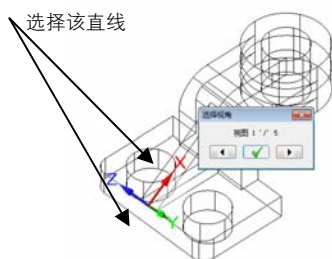
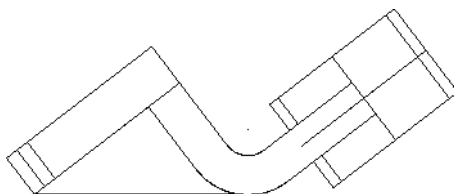

图 2-18 选择视角
图 2-19 按图素定面
① 在状态栏中单击“屏幕视角”按钮，在弹出的下拉菜单中选择“按图素定义视角”选项。
② 如图 2-18 所示，选择模型中的两条直线，系统弹出“选择视角”对话框，从中选择一个合适的视角，单击对话框中的“确定”按钮 ，结果如图 2-19 所示。